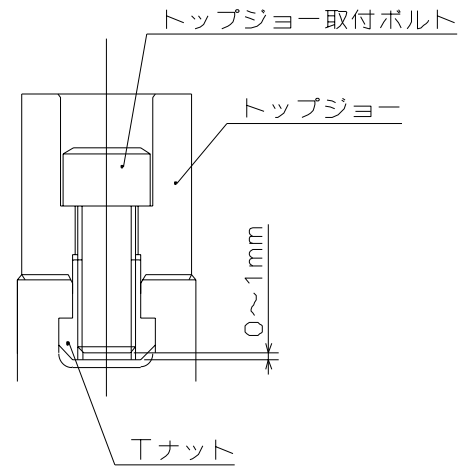

図 16
- ジョー取付ボルトの T ナットに対するねじ込み深さが浅いと、T ナットが破損し、ジョーや工作物が飛散して危険。取付ボルトが長すぎて T ナット底面から突き出ている場合も、トップジョーが固定されないため、ジョーや工作物が飛散して危険。従って、ジョー取付ボルトの全長は T ナットの底面より **0~-1mm** 程度とすること。(図 16 参照)